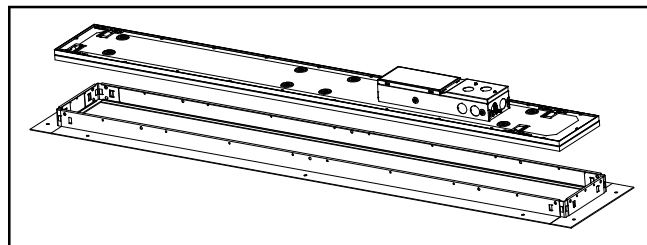

Figura 1.
1. Instale la luminaria en el kit del marco a prueba del vandalismo. (Figura 1)